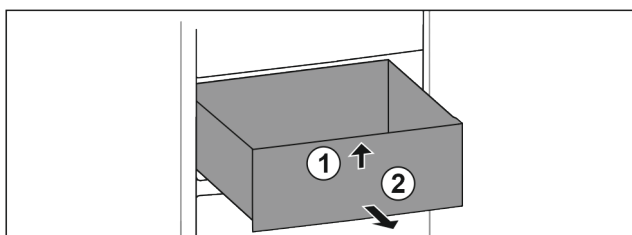

Fig. 137
- Soulever la partie avant du tiroir. Fig. 137 (1).
- Retirer le tiroir par l'avant. Fig. 137 (2)